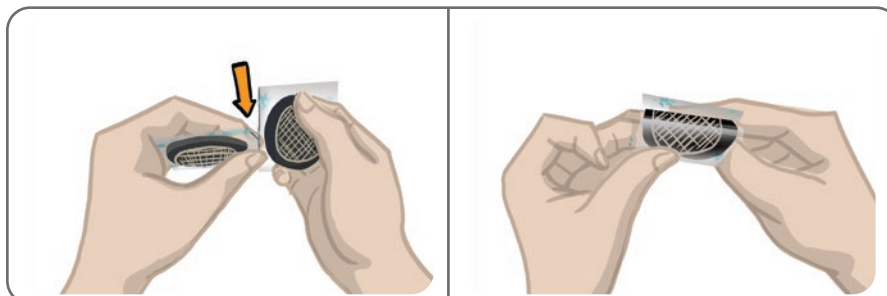

Figura 8-2: Separazione degli elettrodi Hydrogel e delle protezioni a due pezzi
2. Separare i due nuovi elettrodi Hydrogel lungo la perforazione (Figura 8-2).
3. Separare le protezioni a due pezzi su ciascun elettrodo e gettarle (Figura 8-2).